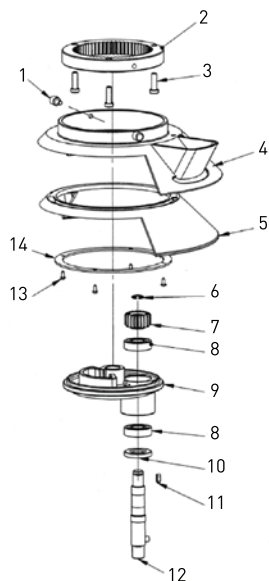

Figuur 3: Mechanisme heffen kom
- Mechanisme heffen kom (Figuur 3);
Onderdelenlijst Figuur 3